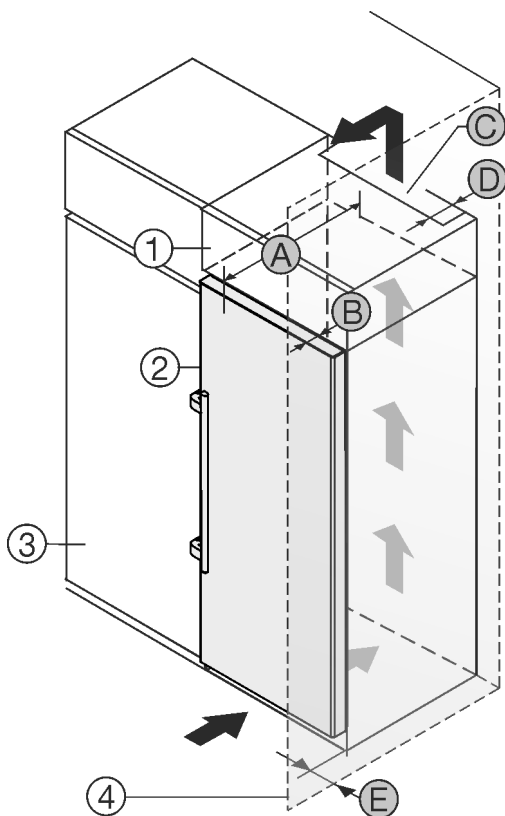

Fig. 2
- (1) Nástavná skříňka *
(2) Přístroj *
(3) Kuchyňská skříň *
(4) Stěna *
(5) Hloubka přístroje *
(6) Hloubka dveří *
(7) Ventilační průřez *
(8) Vzdálenost zadní strany přístroje *
(9) Vzdálenost k zadní straně přístroje *
Můžete přístroj nainstalovat přímo vedle kuchyňské skříňky Fig. 2 (3).*
Na zadní straně nástavné skříňky musí být větrací šachta hluboká Fig. 2 (D) přes celou šířku nástavné skříňky.*
Pod stropem místnosti musí být dodržen ventilační průřez Fig. 2 (C).*
Když přístroj instalujete závěsy vedle stěny Fig. 2 (4), musí být vzdálenost mezi přístrojem a stěnou minimálně 57 mm. To odpovídá přesahu madla při otevřených dveřích.*
Aby bylo možné dvířka plně otevřít, musí přístroj přesahovat o hloubku dveří Fig. 2 (B) vůči přední linii kuchyňské skříňky. V závislosti na hloubce kuchyňských skříněk Fig. 2 (3) a použití vymezočů odstup od stěny může přístroj vyčnívat dále.*